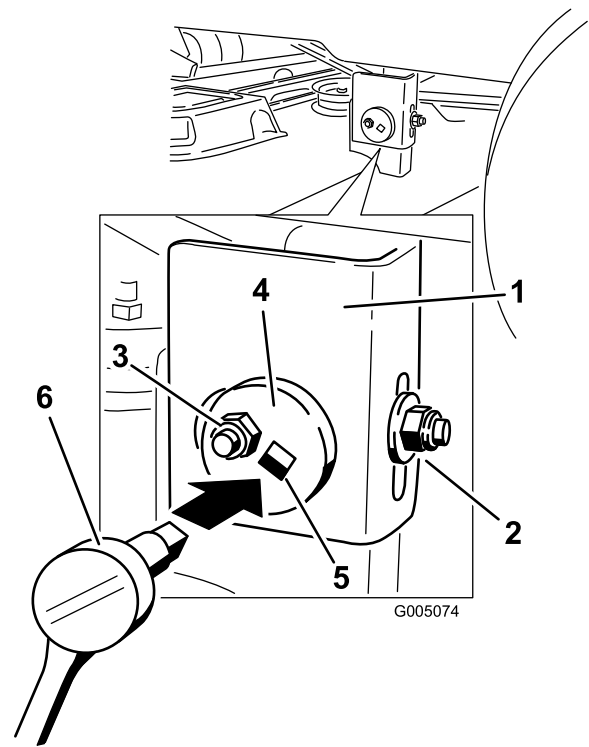

Figura 41
- En el lado izquierdo de la máquina. Afloje, pero no retire, la tuerca de bloqueo trasera de la barra de soporte (Figura 41).
- Afloje la tuerca de bloqueo lateral de la barra de soporte lo suficiente para permitir ajustar la placa excéntrica (Figura 41). Utilice una llave de extensión de 3/8 pulgada de una llave de tubo para manipular la placa excéntrica. Utilice la llave para ajustar la altura de la plataforma del cortacésped a la altura deseada.
- Cuando la plataforma esté en la posición deseada, apriete la tuerca de bloqueo lateral de la barra de soporte para fijar la posición nueva (Figura 41).